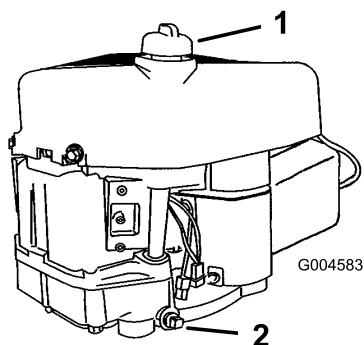

Figure 20
8. Nettoyez la surface autour de la jauge d'huile (Figure 20) pour éviter que des impuretés ne s'introduisent dans le goulot de remplissage, ce qui risquerait d'endommager le moteur.
11. Versez lentement environ 80 % de la quantité d'huile spécifiée dans l'orifice de remplissage (Figure 20). Vérifiez le niveau d'huile (voir Contrôle du niveau d'huile).